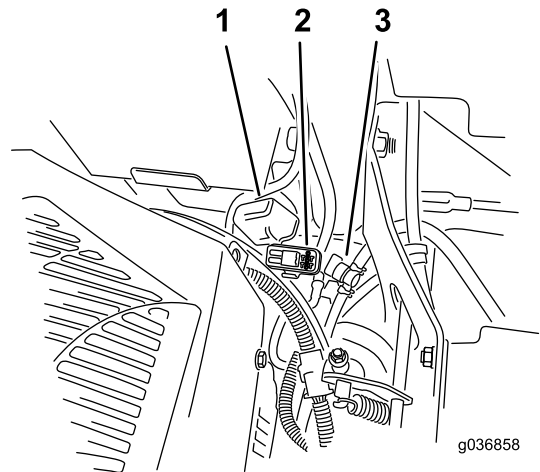

Figure 85
Les fusibles sont situés sur la console droite, près du siège (Figure 85).
2. Remplacez le fusible (Figure 85).